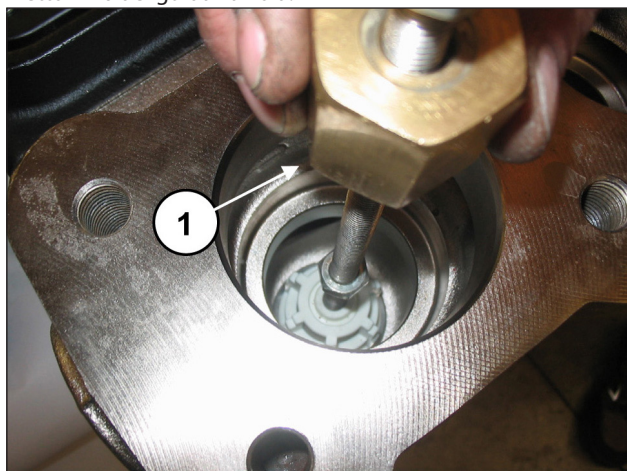

Fig. 105
Estrarre il gruppo valvola aspirazione mediante l'utilizzo di un estrattore a massa battente (cod. 27516400) da applicare al foro M10 del guida valvola (pos. ①, Fig. 105) o, in aggiunta, eventuale adattatore M10-M16 (cod. 25089700) da applicare al filetto M16 del guida valvola.